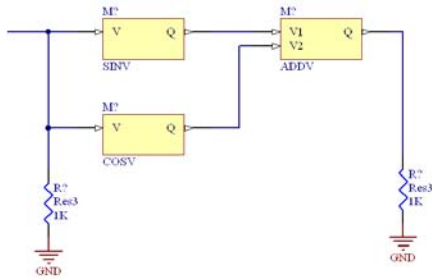

图 12-15 放置接地电阻并连接
- Step4** 在“库”面板中,打开集成库“Miscellaneous Devices. IntLib”,选择元件 Res3,在原理图中放置两个接地电阻,并完成相应的电气连接,如图 12-15 所示。